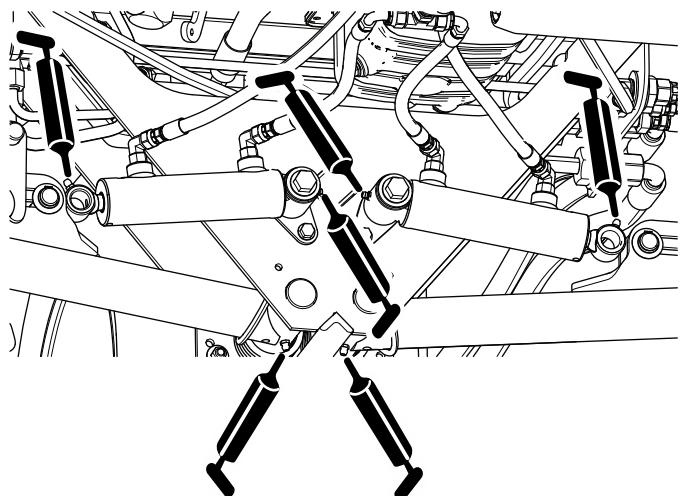

Figura 47
- Articulações do braço de elevação traseiro e cilindros de elevação (3 em cada lado); consulte Figura 47.